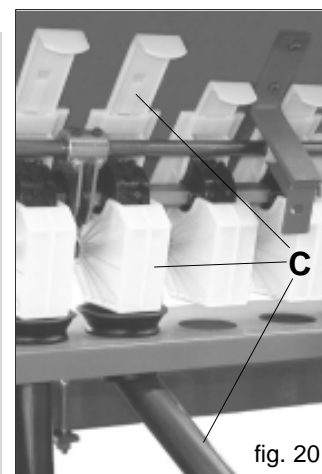

fig. 20
- Destornillar el dado (A) y el tornillo (B).
- Controlar que estén abiertas sólo las planchas de los distribuidores que tienen el tubo telescópico (C Fig. 20) todas las demás tendrán que estar cerradas.